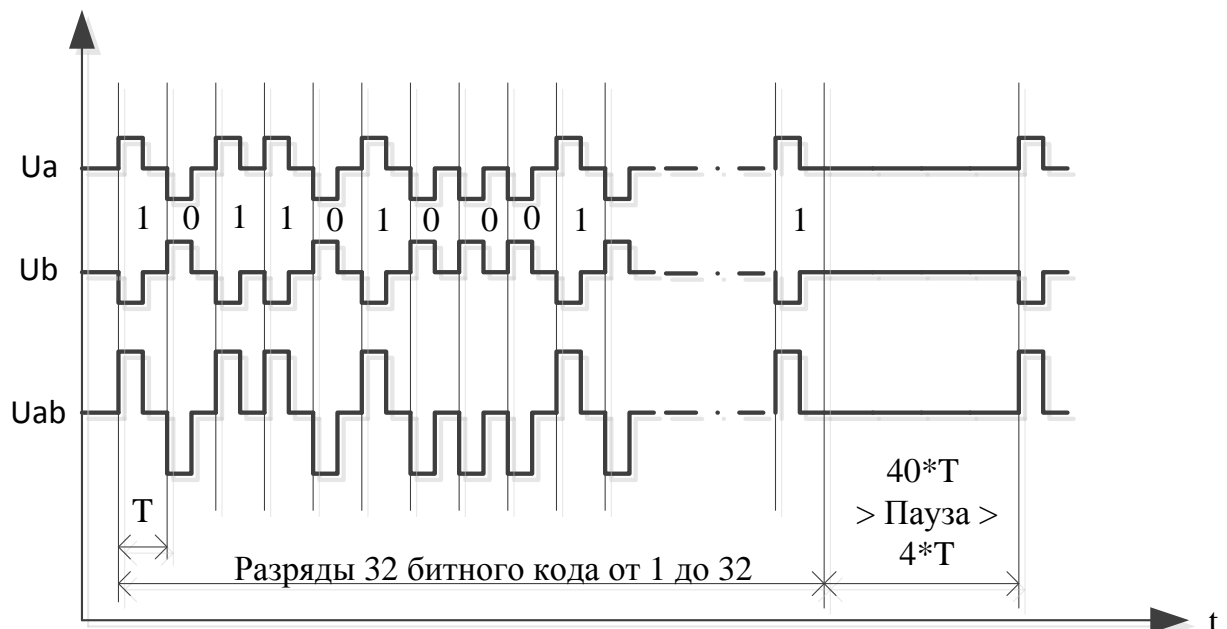

Рисунок 2. Вид сигналов и структура слова последовательного кода по стандарту ГОСТ 18977-79.
Радиальный канал обмена данными спецификации ARINC-429 (ГОСТ 18977-79, RTM1495-75) предназначен для передачи данных между элементами бортовых систем летательных аппаратов. ГОСТ 18977-79 описывает вид и параметры сигналов в линии. В основу стандарта заложен вид биполярного двухфазного сигнала (код с возвратом к нулю, RZ-код), передаваемого по бифилярной экранированной линии связи (Рис. 2). Передача осуществляется на стандартизованных частотах (периода T) 32-х разрядными словами последовательного кода, включающими адресную и информационную части, первым следует младший бит (1) – последним старший (32), где 32-й разряд кода - бит контроля по четности (P). Слова разделяются обязательной паузой - отсутствием сигнала в линии в течение времени не менее $4T$, которая определяет окончание слова последовательного кода.
Полученное значение является длительностью передаваемых 32 бит данных плюс пауза между словами данных (Рис. 2).